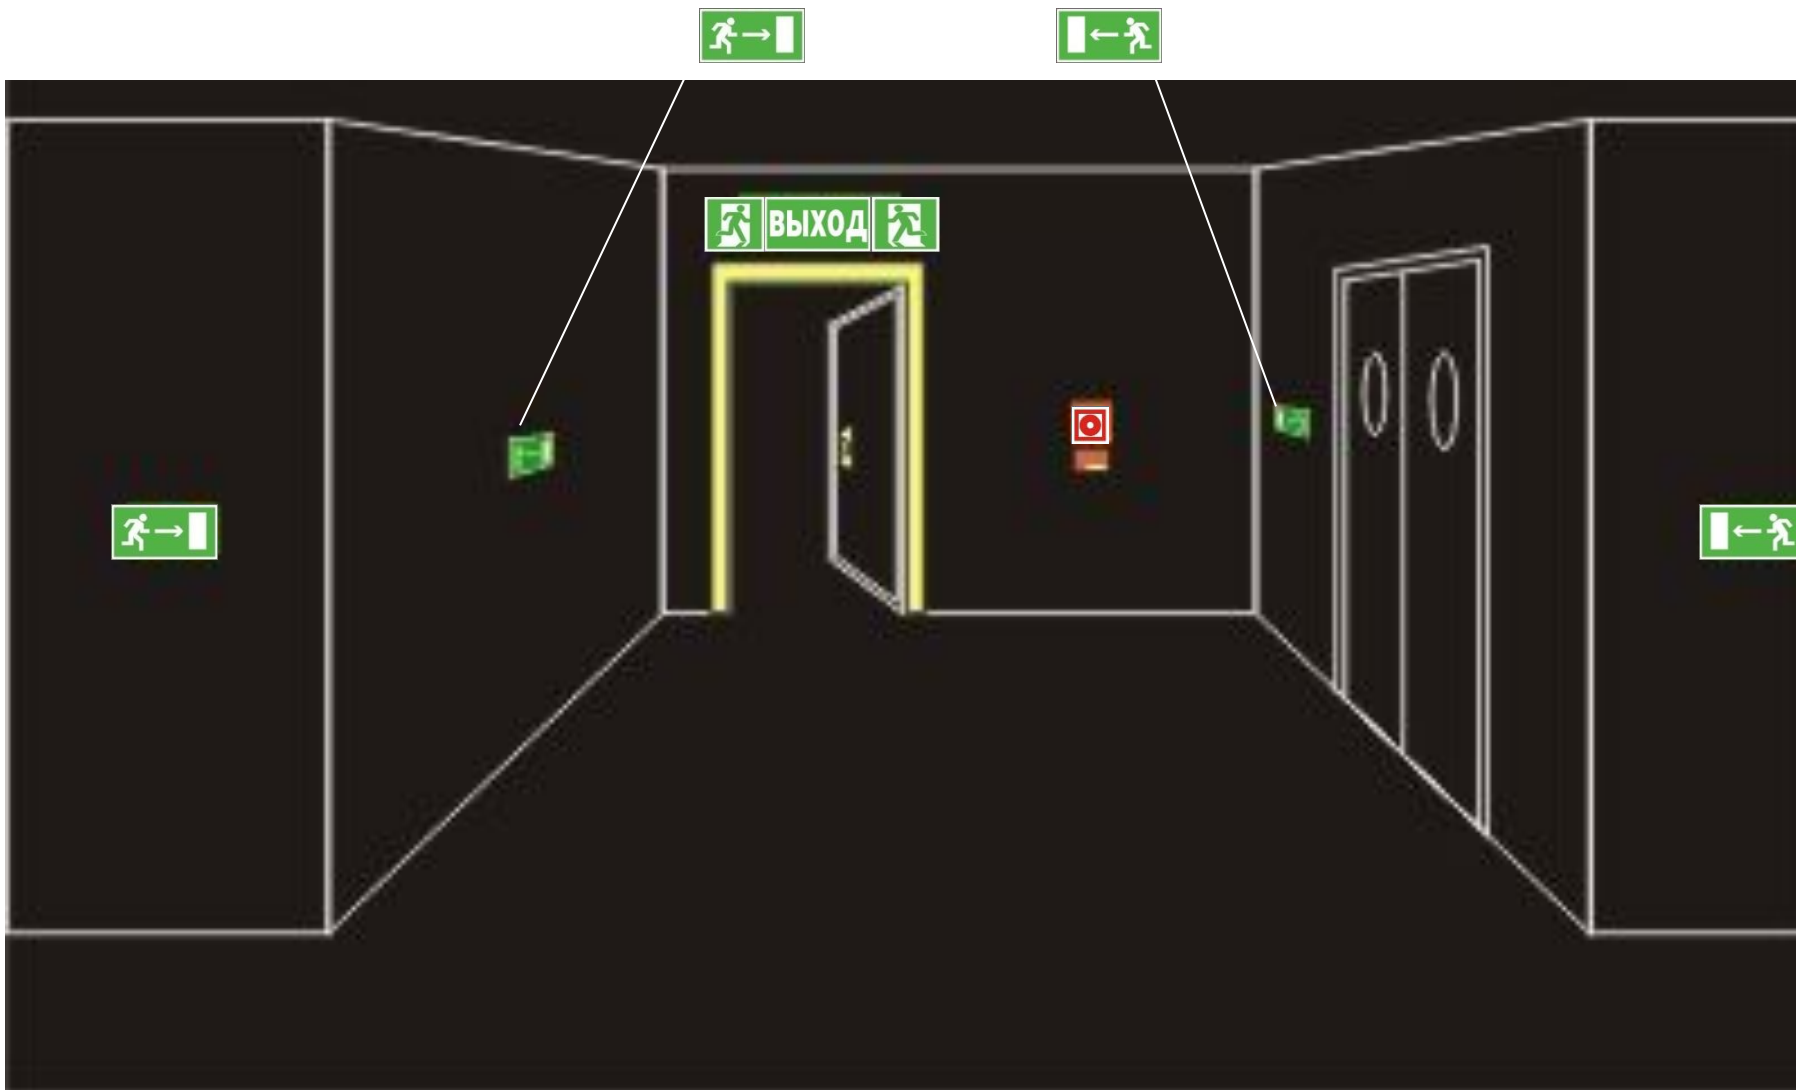

Рис. 4
4. Фотолюминесцентные знаки безопасности следует применять там, где возможно аварийное отключение источников света, а также в качестве элементов фотолюминесцентных эвакуационных систем для обеспечения самостоятельного выхода сотрудников из опасных зон в случае возникновения аварий, пожара или других чрезвычайных ситуаций (рис. 4).